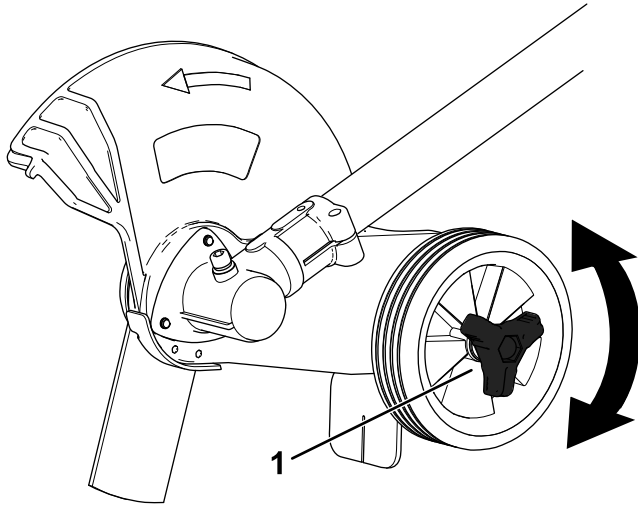

Figure 8
2. Desserrez le bouton sur la roue, et faites-le monter ou descendre dans la glissière pour augmenter ou réduire la profondeur de coupe (Figure 8).